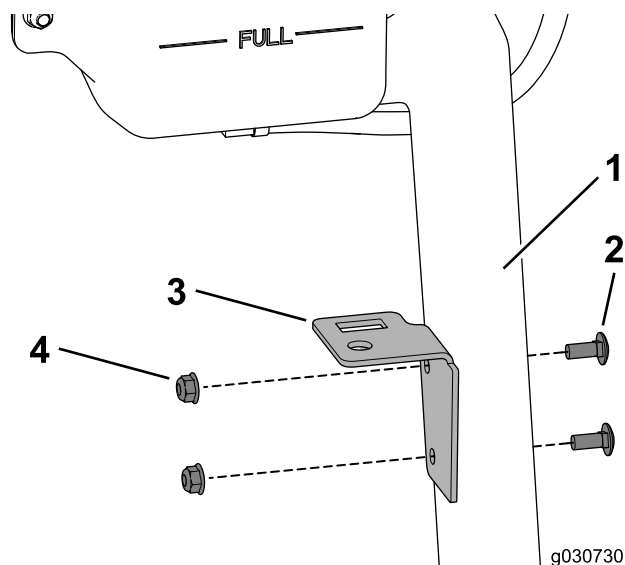

図 31
1. キャリッジボルト2本とロックナットを使って、タンクプレートを冷却液ボトルサポートに固定する 図 31。